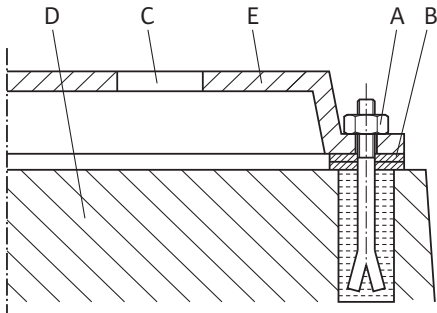

Fig. 15: Приклад гвинтового з'єднання фундаменту
**Приклад гвинтового з'єднання фундаменту (Fig. 15):**
- Підкладні шайби (B) завжди розміщувати ліворуч і праворуч безпосередньо поряд з кріпильним матеріалом (напр., анкерні болти (A)) між фундаментною плитою (E) та фундаментом (D).